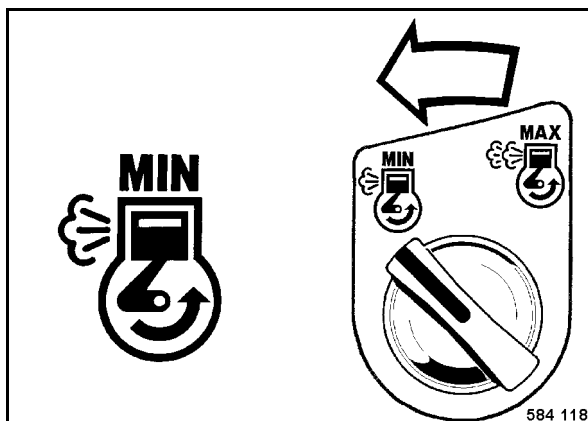

Fig. 51
- Colocar el interruptor giratorio (Fig. 51) a posición „Min“ (marcha en vacío).